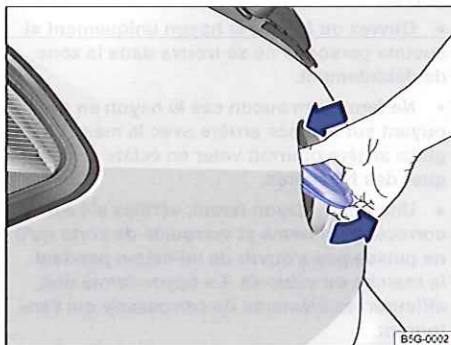

Fig. 37 Ouverture du hayon depuis l'extérieur.
- Appuyez avec le pouce sur la partie supérieure de l'emblème Volkswagen ➔ fig. 37 et faites ressortir la partie inférieure de l'emblème. Introduisez la main sous l'emblème puis soulevez le hayon.